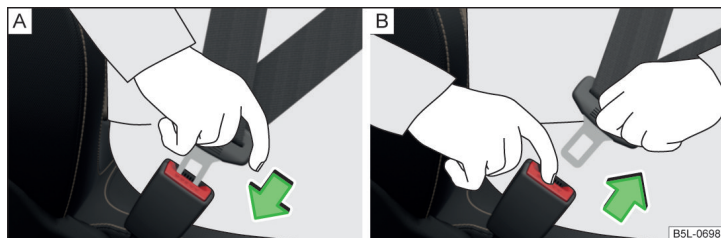

Fig. 27 Colocar y quitar el cinturón de seguridad
- Introduzca la lengüeta en el cierre correspondiente al asiento » fig. 27 - A hasta que se oiga como encaja.
- Agarre la lengüeta del cinturón y pulse la tecla roja en el cierre del cinturón » fig. 27 - B, la lengüeta del cinturón saldrá disparada.